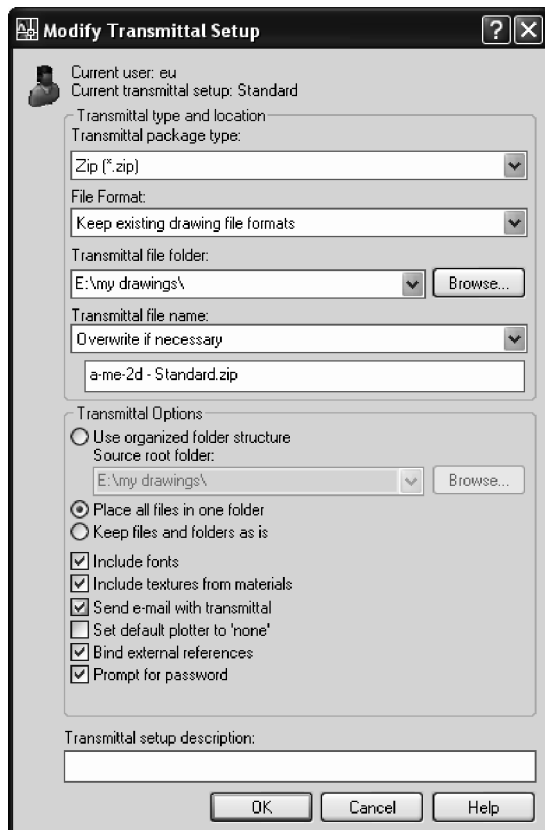

Fig. 4.25 Fereastra **Modify Transmittal Setup**
5. Se acționează butonul **Transmittal Setups** și apoi butonul **Modify**. Este afișată fereastra de dialog **Modify Transmittal Setup** din Fig. 4.25.